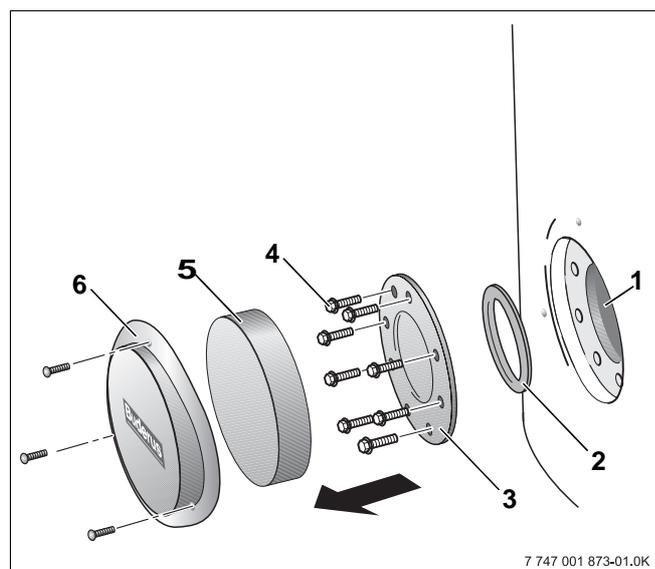

fig. 10 Desmontar a abertura de limpeza
- Soltar os parafusos da cobertura da tampa do orifício de inspeção (fig. 10, **pos. 6**).
- Retirar a tampa do orifício de inspeção e o elemento de isolamento térmico (fig. 10, **pos. 5**).
- Soltar os parafusos sextavados (fig. 10, **pos. 4**), retirar a tampa do orifício de inspeção (fig. 10, **pos. 3**) e a sua respectiva vedação (fig. 10, **pos. 2**).